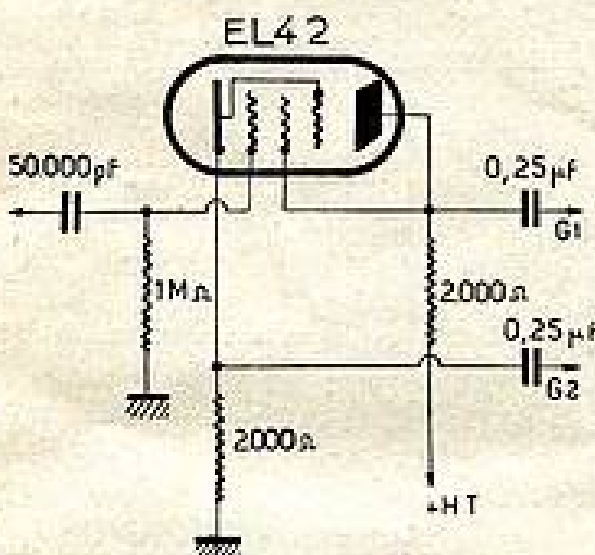

Fig. 1.
a) *Etage déphaseur.* — Nous avons remplacé le tube EL41 par le tube EL42 monté en triode. En effet, le tube EL41 en triode a un recul de grille un peu faible, ce qui ne permet pas d'obtenir, sans distorsion, la puissance modulée maximum. Le nouveau montage de l'étage déphaseur est conforme à la figure 1.